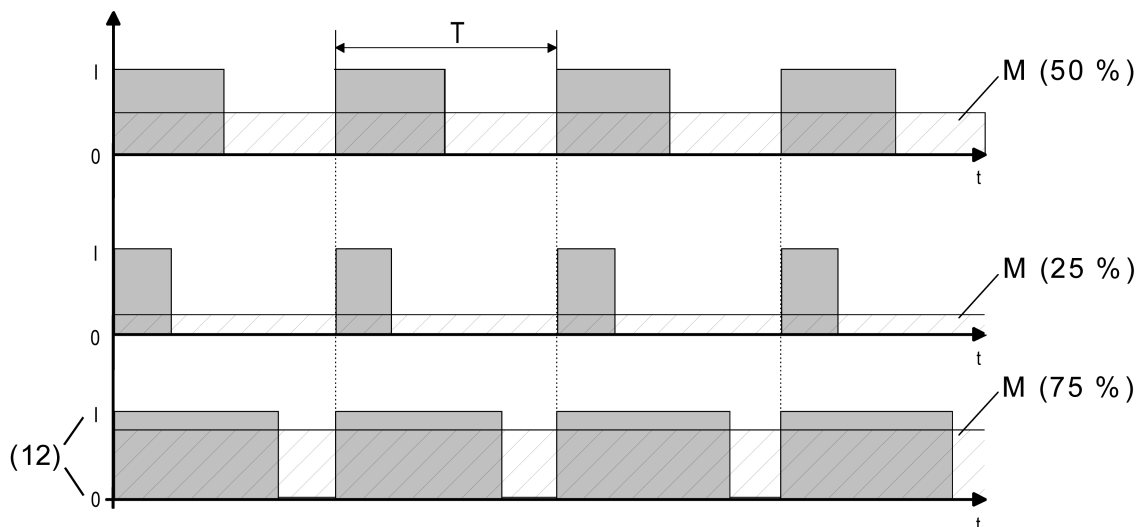

Bild 16: Pulsweitenmodulation eines Ventil-Ausgangssignals
Sobald das Gerät eine stetige Stellgröße oder einen in der ETS konfigurierten stetigen Ventil-Sollpositionswert am Ventilausgang einstellen soll, moduliert es das Ausgangssignal über die Einschalt-Pulsweite. Der aus dieser Modulation resultierende Mittelwert (M) des Ausgangssignals ist unter Berücksichtigung der im Gerät einstellbaren Zykluszeit (T) ein Maß für die gemittelte Ventilstellung des Stellventils und somit eine Referenz für die eingestellte Raumtemperatur (Bild 16).